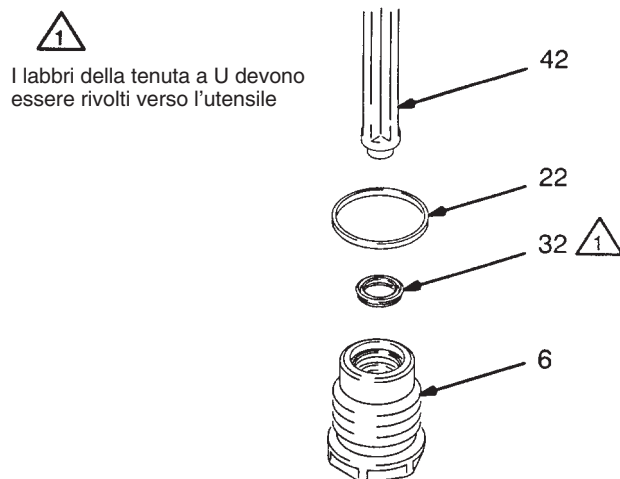

Fig. 12
10. Togliere la tenuta a U (32) dal dado di regolazione del fluido (6). Ved. Fig. 12. Prestare attenzione a non danneggiare la superficie di accoppiamento delle filettature interne del dado.
11. Installare la nuova tenuta a U (32) mediante l'utensile di montaggio per tenute (42), con i labbri della tenuta a U rivolti verso l'utensile, come illustrato nella Fig. 12. Tale operazione contribuirà ad applicare una pressione uniforme ai labbri della tenuta a U e ad evitarne eventuali danni.
12. Spingere la tenuta a U (32) all'interno del dado di regolazione del fluido (6) fino ad avvertire uno scatto definitivo.
13. Installare il nuovo anello (22) della guarnizione.